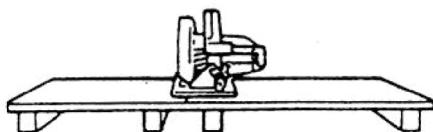
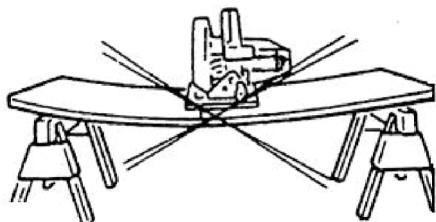

Рис. 1
Рис.2
Поддерживающая панель (см. рис. 1) предназначена для того, чтобы избежать риска сжатия и отскока пильного диска (см. рис. 2). При ее отсутствии материал может прогнуться и зажать пильный диск.
- Устанавливайте большие куски материала, как показано на рис. 1;